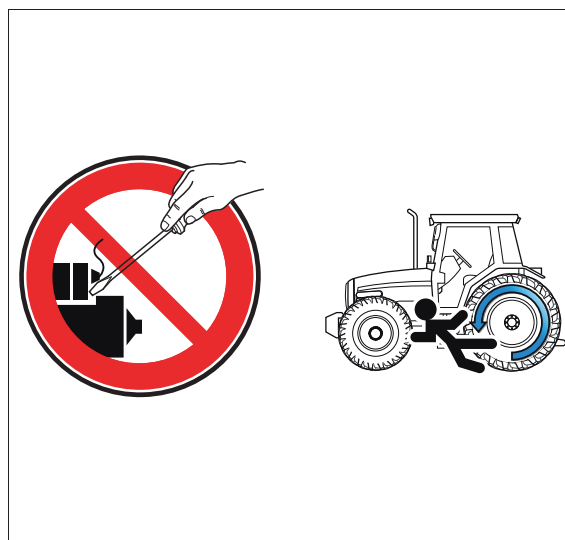

Fig. 1.
-  **PELIGRO:** *Arranque el motor con la llave de contacto y sólo desde el asiento del conductor. No intente poner en marcha el motor haciendo un cortocircuito de los bornes del motor de arranque: el tractor podría arrancar con una marcha y ocasionar lesiones graves o incluso mortales en las personas que se encuentren en las proximidades fig. 1.*